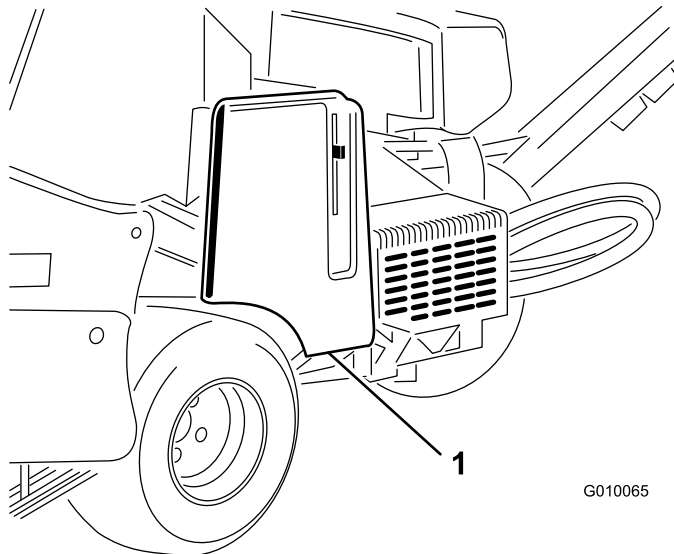

図 56
1. ベルト・カバーのラッチを外し、カバーを取り外す(図 56)。
1. ベルト・カバーのラッチを外し、カバーを取り外す (図 56)。